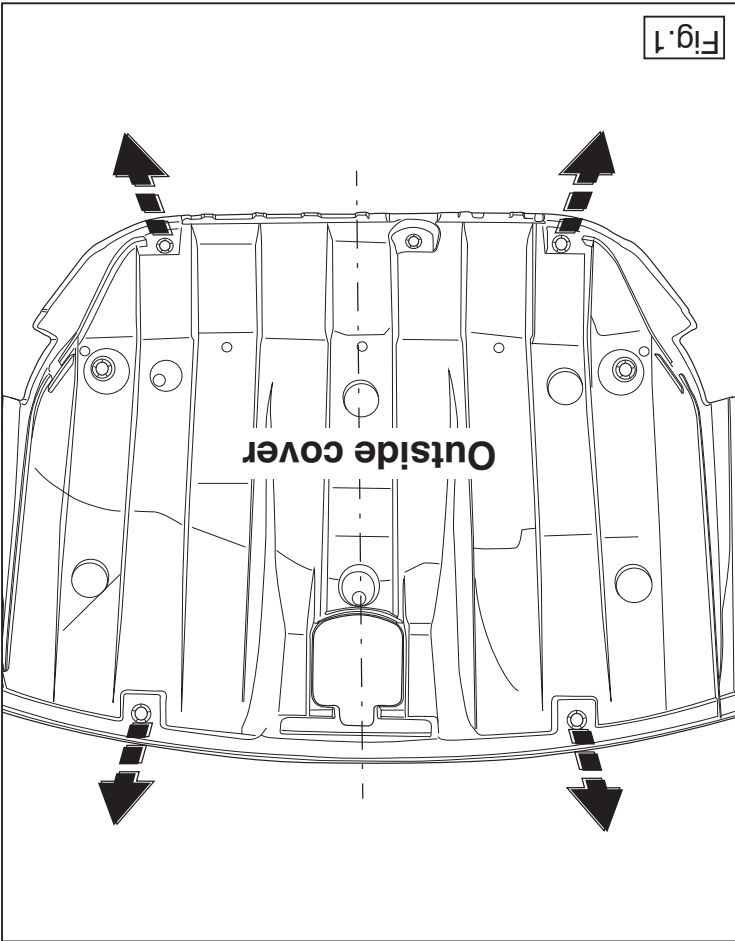

Fig.1
1. Remove the plastic cover plate in the centre on the underside (See figure 1).
1. An der Unterseite in der Mitte die Abdeckplatte aus Kunststoff demonstrieren. (Siehe Abbildung 1).
1. Démonter la plaque de recouvrement en plastique au milieu de la partie inférieure. (Voir la figure 1).
1. Снять пластмассовую закрывающую пластину снизу в середине. (См. рисунок 1).
1. Demonter kunststof dækkepladen midt på undersiden. (Se fig 1).